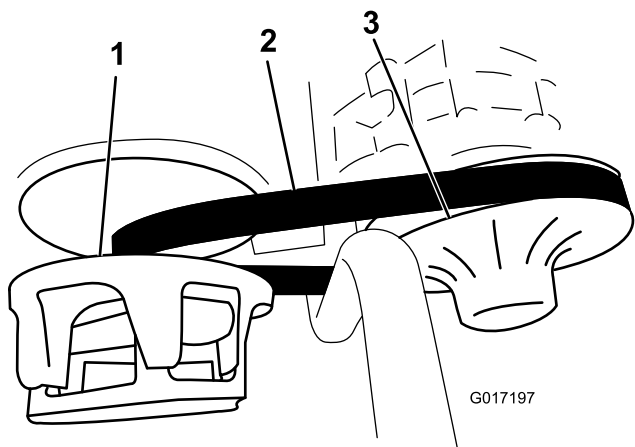

Figura 55
3. Rode e verifique se a correia (Figura 55) apresenta sinais de desgaste ou se está danificada.
3. Rode e coloque a correia sobre a embraiagem secundária (Figura 55).
4. Retire a correia da embraiagem primária (Figura 55).
5. Alinhe a nova correia sobre a embraiagem primária (Figura 55).
6. Rode e coloque a correia sobre a embraiagem secundária (Figura 55).